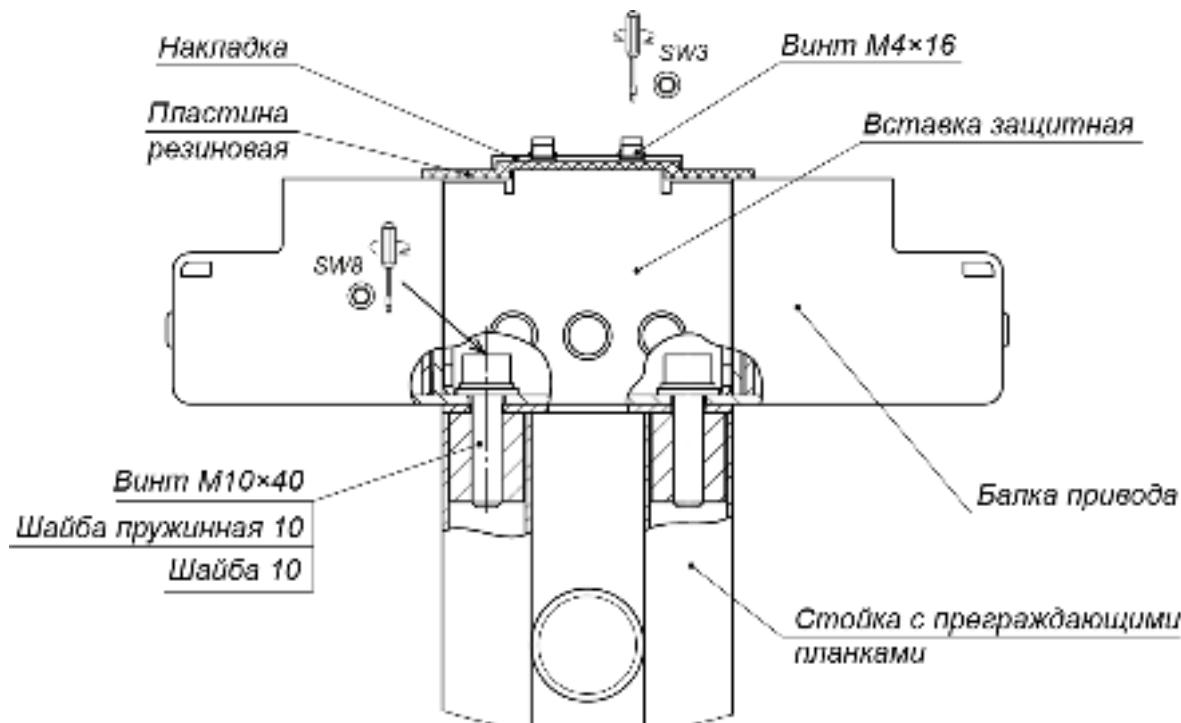
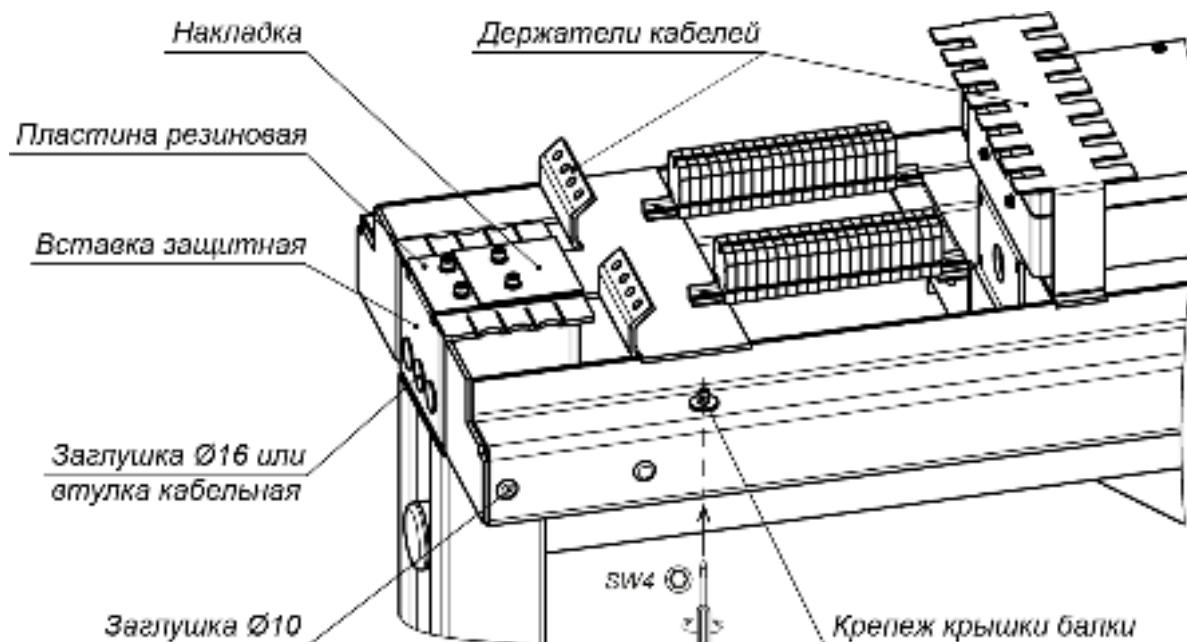

Рисунок 17. Крепление балки привода (8) к стойке с препреждающими планками (5)
Рисунок 18. Элементы балки привода
- Закрепите балку привода на стойке с преграждающими планками (5) двумя болтами M10×30, ключ SW8 (см. рис. 17) (для более удобного доступа к отверстиям можно предварительно снять накладку, резиновую пластину и вставку защитную, открутив четыре винта M4×16, ключ SW3, см. рис. 18).
27. Установите крышку (9) на балку привода (8):
- Вкрутите четыре невыпадающих винта M5 (ключ SW4), фиксирующие крышку балки (см. рис. 18).